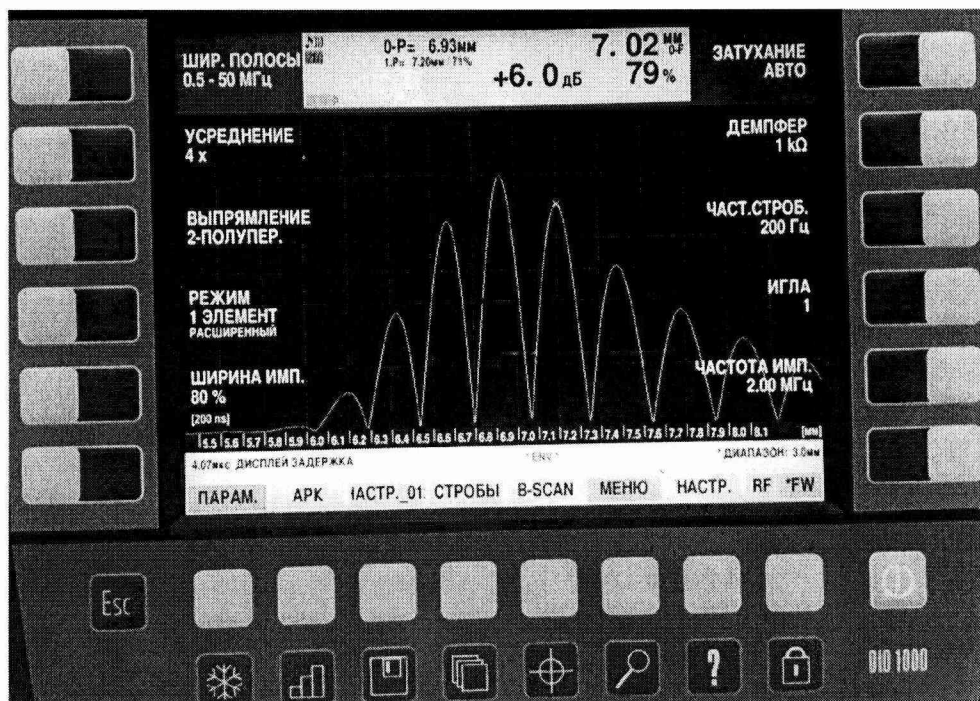

Рисунок 7.
7.3.2.2. Установить на дефектоскопе следующие параметры, при зеленом цвете надписи «ПАРАМ» (рисунок 7).